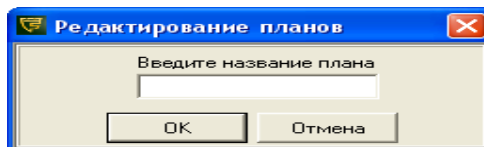
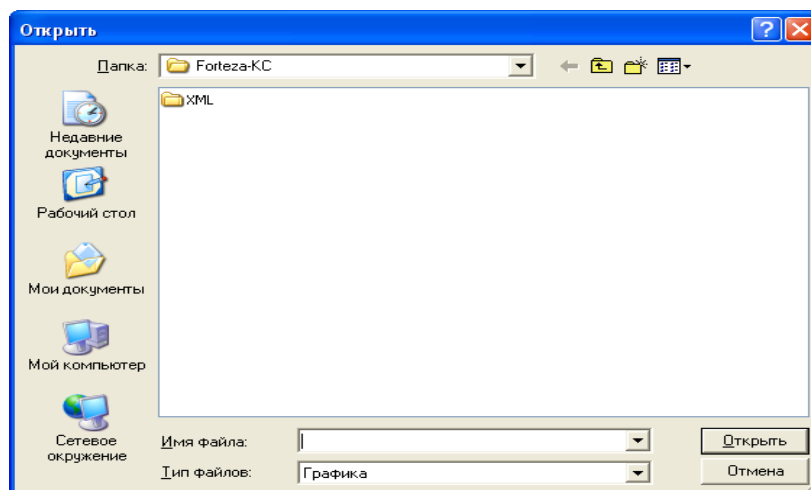
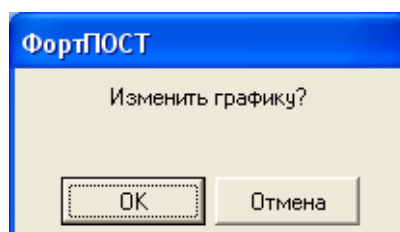

Рисунок 6.22
Рисунок 6.23
Рисунок 6.24
- «Добавить план». Для добавления графического плана установите указатель мыши на подпункт «Добавить план» и нажмите левую кнопку мыши, появится окно (рисунок 6.22). Введите название плана. В появившемся окне (рисунок 6.23) выберите нужное графическое изображение в формате jpeg или jpg. Нажмите кнопку «Открыть». На панели графических планов появиться новая вкладка с выбранным изображением.
- «Изменить план». Для изменения названия или изображения графического плана установите указатель мыши на подпункт «Изменить план» и нажмите левую кнопку мыши, появится окно (рисунок 6.22), в поле название будет выведено старое название плана. Введите новое название плана. Нажмите кнопку «ОК». В появившемся окне (рисунок 6.24) нажмите кнопку «ОК» для смены графического изображения или кнопку «Отмена», если изображение не нужно менять. На панели графических планов изменится название вкладки с выбранным изображением и само изображение в случае его замены.